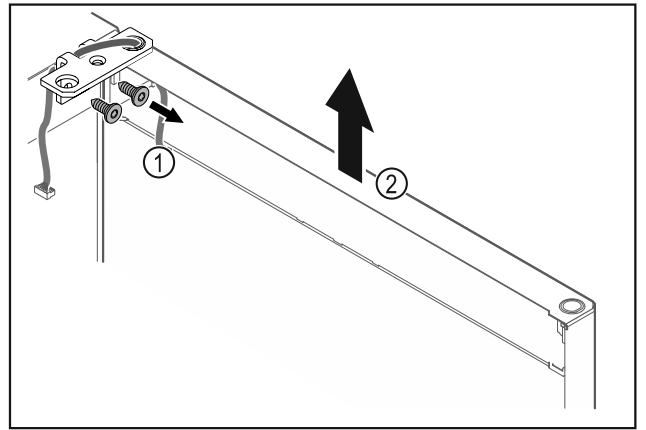

Fig. 25
- ▶ Irrota saranakulma Fig. 25 (1).
- ▶ Nosta ovia saranakulmineen Fig. 25 (2) noin 200 mm suoraan ylöspäin ja ota pois.